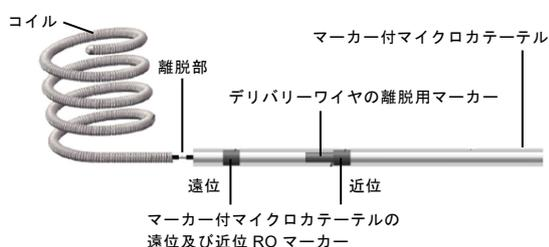

図 4 コイルシステムとマイクロカテーテルの位置合わせ
- 12) デリバリーワイヤの離脱用マーカの近位端がマイクロカテーテルの近位側 RO マーカの遠位端と重なるまで前進させて「逆 T」の形状になるようにする(図 4)。